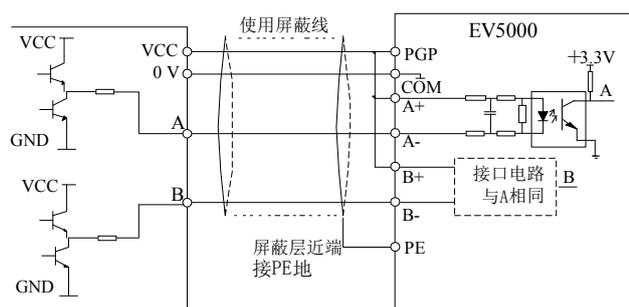

图4-32 推挽信号 PG 接线示意图
2. PG 输出信号为推挽信号，与接口板端子的连接如图 4-32 所示。